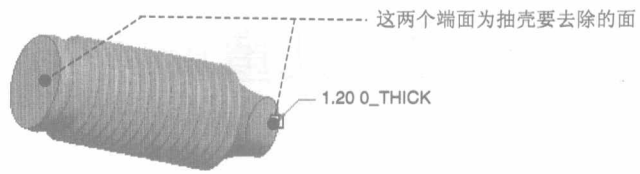

图 1.9 壳 1
Step6. 添加抽壳特征——壳 1。选择下拉菜单**插入(I)**  **壳(S)** 命令；要去除的面如图 1.9 所示，壁厚值为 1.2。